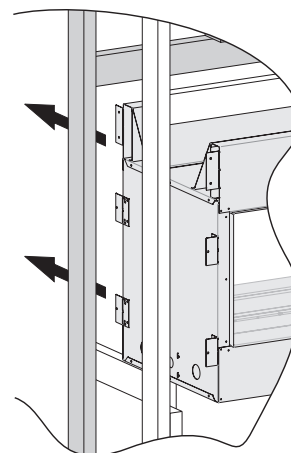

Figure 13
4. Plier les pattes de bride de clouage à angles droits jusqu'à ce qu'elles soient alignées avec la façade du foyer. **Pour les foyers deux faces seulement :** Plier les pattes sur un côté du foyer seulement. Plier les pattes sur la bride supérieure de la façade opposée à angles droits pour permettre aux pattes de dégager l'ossature lors du glissement du foyer en place. Voir **figure 13**.